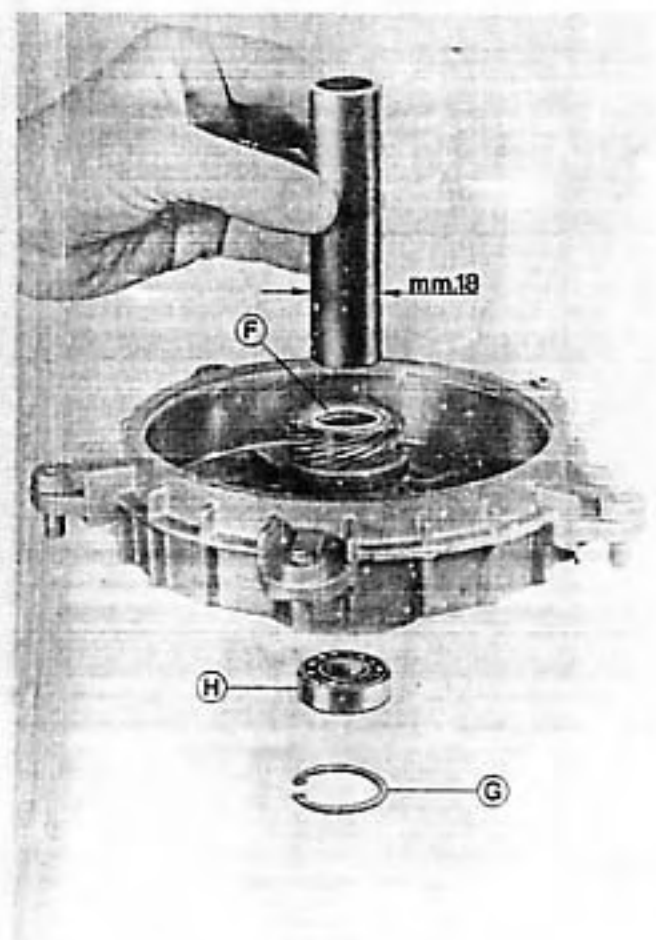

Fig. 50 - 50
**Fig. 50 - D.C. roller bearing, oil seal, circlip, brake drum ball bearing:** by means of a screwdriver remove oil seal «F» and by means of pliers T. 0022465 circlip «G». Introduce through D.C roller bearing an outer diameter 18 mm. tube and by means of mallet blows expel ball bearing «H». Act in similar manner for removal of D.C. roller bearing by using an outer diameter 25 mm. tube.
**Bild 50 - Nadelkäfig - Dichtring - Sicherungsring - Kugellager der Bremstrommel:** Mit Hilfe eines Schraubenziehers den Dichtring «F» entfernen und mit der Spezialzange T. 0022465 den Sicherungsring «G» herausnehmen. Ein selbstangefertigtes Rohrstück (Außendurchmesser 18 mm) durch den Nadelkäfig einstecken und mit einem Schlegel das Kugellager «H» herausstoßen. Der Nadelkäfig wird in ähnlicher Weise mit einem Rohrstück (Außendurchmesser 25 mm) herausgestoßen.
**Fig. 50 - Douille à aiguilles - bague d'étanchéité - circlips - roulement à billes du tambour du frein:** à l'aide d'un tournevis, la bague d'étanchéité «F» et sortir, au moyen de la pince 0022465, le circlips «G». Lorsque le circlips a été tiré, insérer, à travers la douille à aiguilles un tronçon de tube de Ø extérieur 18 mm, et chasser, avec coups de maillet, le roulement à billes «H». D'une manière analogue agir pour la dépose de la douille à aiguilles en agissant avec un tronçon de tube Ø intérieur 25 mm.